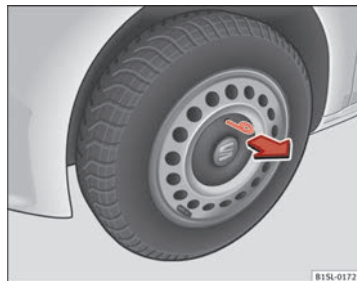

Abb. 141 Radmittenblende an der Stahlfelge abziehen.
- *Zur Demontage* den Drahtaken aus dem Bordwerkzeug an der Kante der Radzierkappe einhängen ⇒ **Abb. 141**.